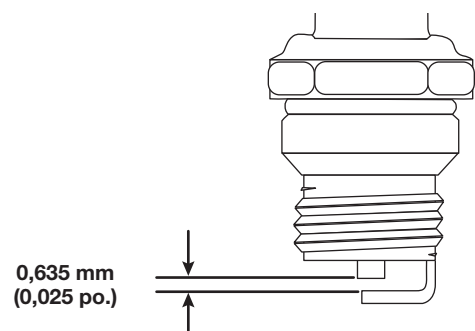

Fig. 20
6. Utilisez une jauge d'épaisseur pour régler l'écartement à **0,635 mm (0,025 po.)** (Fig. 20).